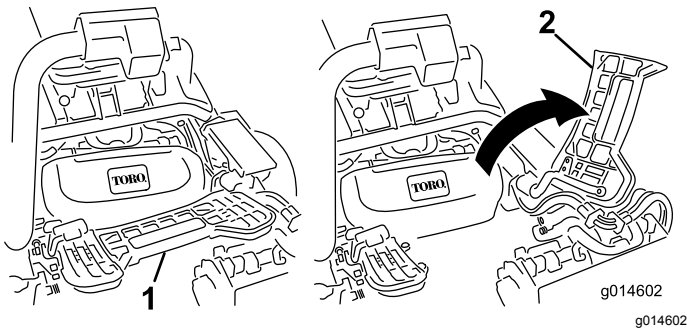

Figure 48
2. Relevez le repose-pieds pour accéder à la position de l'unité de coupe centrale (Figure 48).